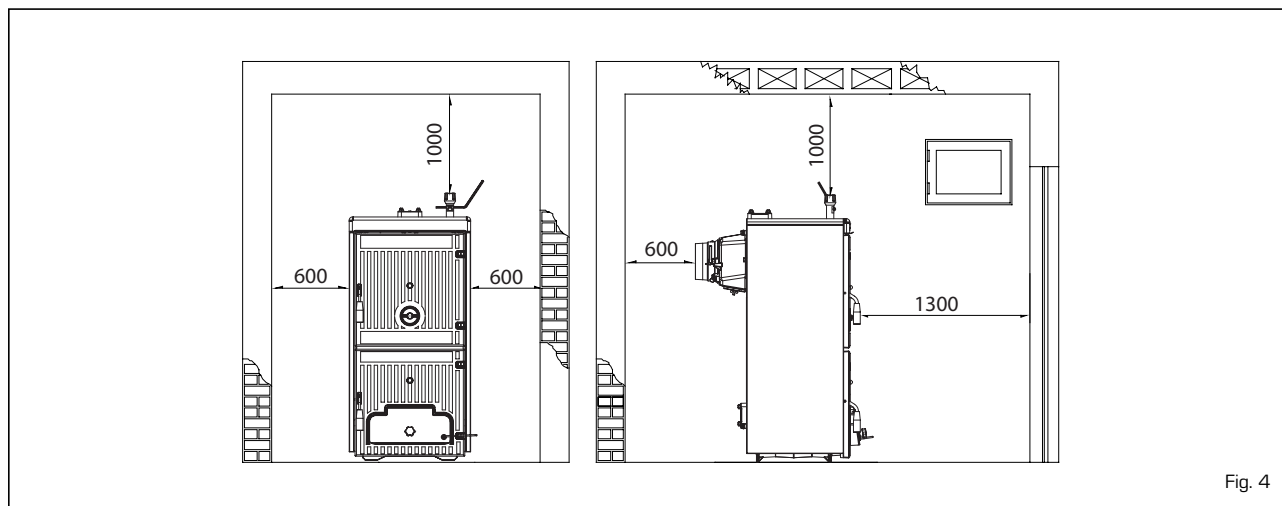

Fig. 4
4.1.1 Posizionamento in centrale termica (fig. 4)